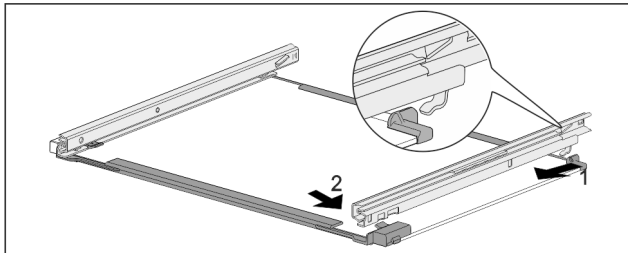

Fig. 181 Lasihylly kiskoilla
- ▶ Aseta kisko paikalleen takaa. Fig. 181 (1)
- ▶ Aseta kisko paikalleen edestä. Fig. 181 (2)